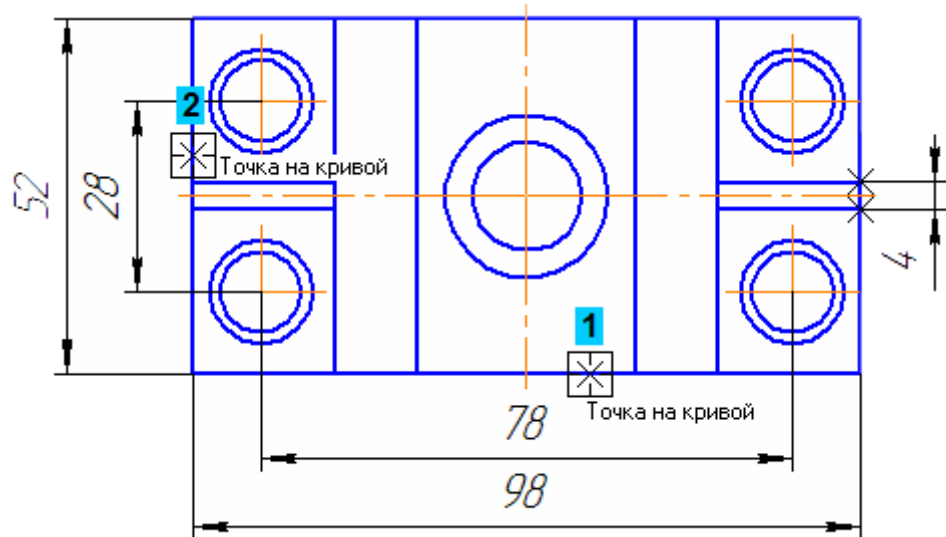

Рисунок 49.
- Для простановки габаритных размеров детали указывайте не точки, а отрезки. Базовые точки размеров будут определены автоматически (курсоры 1 и 2) (рис. 49).